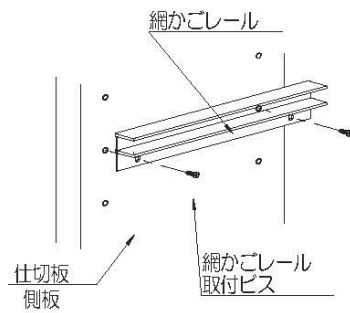

図1
- ・側板・仕切板のインサートナットに網かごレールを取付ビスで取付けてください。(図1)